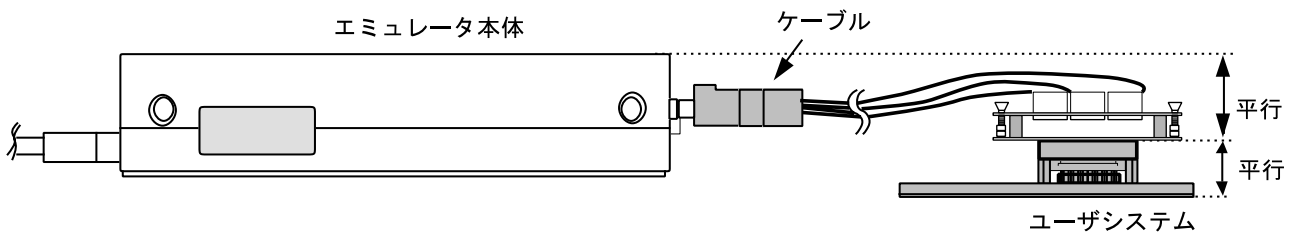

図10 設置例
- (1) ユーザシステムへの接続時には1ピン位置に十分注意して、誤接続は絶対にしないでください。
- (2) 本ユーザシステムインタフェースケーブルを使用する場合の推奨マウントパッド寸法は、MCU 実装用マウントパッド寸法とは異なりますので注意してください。
- (3) 本ユーザシステムインタフェースケーブルは、HS3880EPI60H エミュレータ専用ですので、他のエミュレータ本体には使用しないでください。
- (4) ケーブル本体部が断線する可能性がありますので、本ユーザシステムインタフェースケーブルの上に重いものや金属等の角の尖ったものを置かないでください。
- (5) ユーザシステムに接続した状態では、ユーザシステムインタフェースケーブル、特にケーブル先端部に無理な力が加わらないように注意する必要があります。図10の設置例を参照してご使用ください。